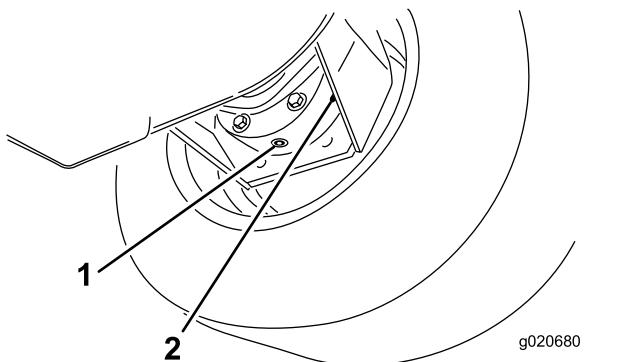

Figura 106
3. Coloque un recipiente debajo del alojamiento del freno, retire el tapón y deje que se drene el aceite (**Figura 106**).